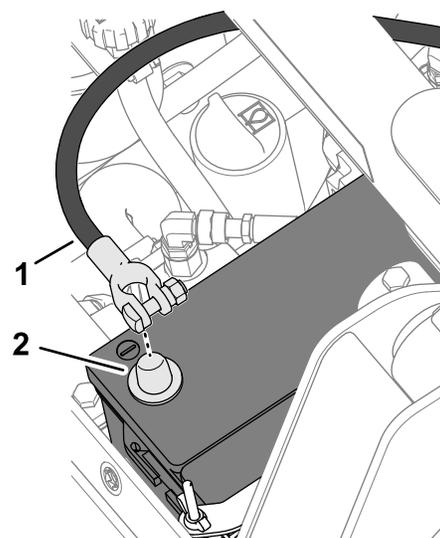

Рисунок 33
1. Подсоедините отрицательный кабель аккумулятора к полюсному штырю аккумулятора (Рисунок 33) и затяните Т-образный болт и гайку.